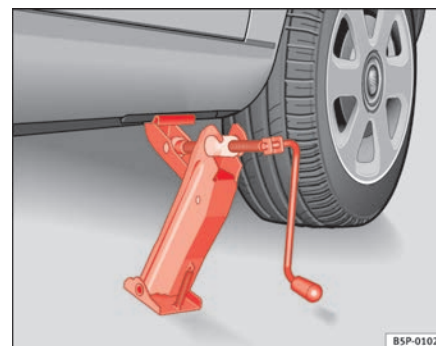

Fig. 177 Colocación del gato
- Posicione el gato de modo que su garra envuelva el nervio del larguero inferior y que la placa base móvil se apoye plana sobre el suelo ⇒ **página 254, fig. 177.**